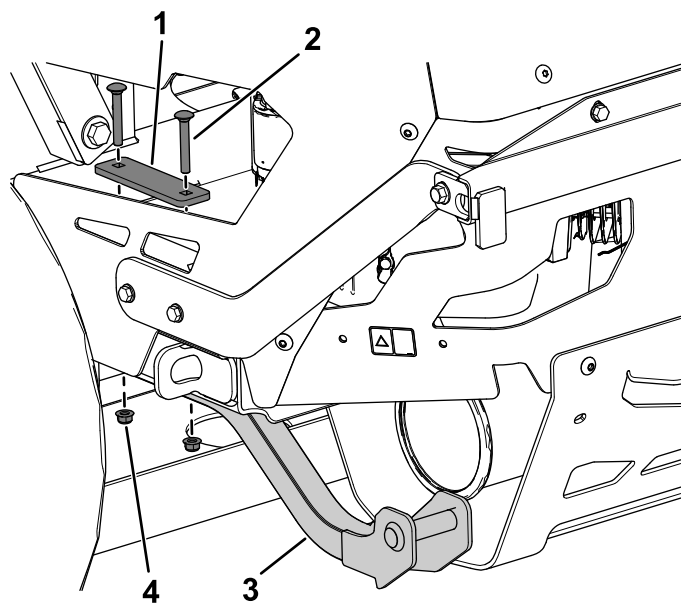

Figure 14
4. Fixez légèrement le support inférieur à la plaque du moteur à l'aide de 2 boulons de carrosserie (5/16 x 2¼ po), 1 plaque d'appui et 2 écrous à embase (5/16 po), comme montré à la Figure 14.